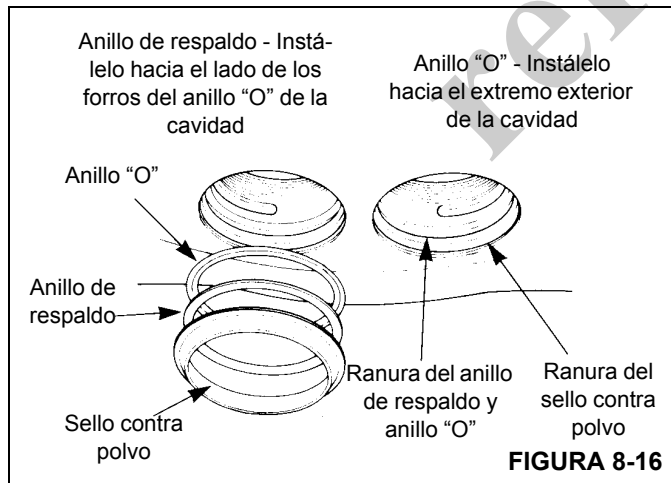

FIGURA 8-16
2. Instale un anillo "O" nuevo y un anillo de respaldo nuevo en la ranura que está en la parte central de la cavidad. El anillo "O" se instala hacia el extremo exterior de la cavidad. El anillo de respaldo se instala hacia el extremo de los forros de la cavidad (Figura 8-16).
3. Instale un sello contra polvo nuevo en la acanaladura superior de la cavidad (Figura 8-16).